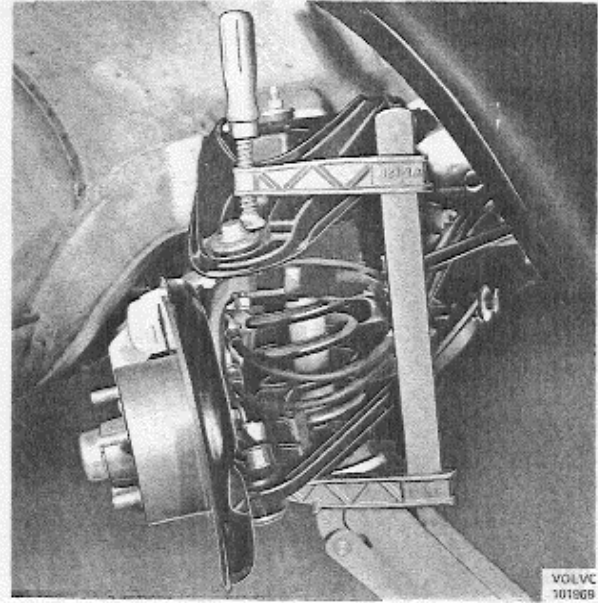
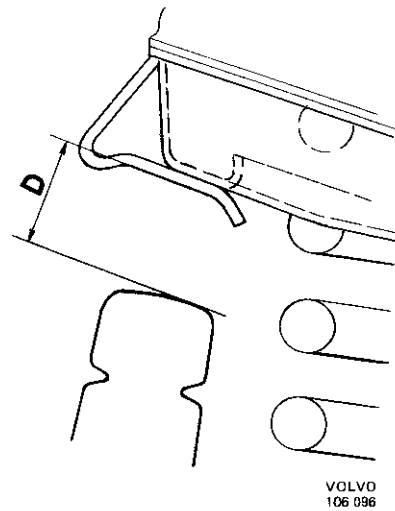

Abb. 30 Oberes Kugelgelenk mit Schraubzwinge festgespannt
Abb. 45 Einbauhöhe für Querlenker
2. Achsschenkel zwischen den Querlenkern anbringen und die Sicherungsmuttern der Kugelgelenke festziehen. (Wenn sich ein Kugelgelenk dreht, wird es entspr. Abb. 30 mit einer Schraubzwinde festgespannt.) Lenkstange mit dem Lenkhebel zusammenbauen.
Abb. 45) ca. 30 mm beträgt. Kugelgelenk am Achsschenkel festschrauben. Falls der Kugelzapfen durchdreht, wird dieser mit einer Schraubzwinde gem. Abb. 30 festgesetzt.
durchdrehen, diese mit einer Schraubzwinde gem. Abb. 30 festsetzen.
1. Oberen Querlenker am Rahmenlängsträger ein-richten und die Befestigungsschrauben von Hand einziehen. Die beim Ausbau entfernten Paßschei-ben in gleicher Anzahl beilegen. Befestigungs-schrauben mit dem gekröpften Schlüssel 2713 festziehen. Anschließend auch die Verschluß-muttern auf der Querlenkerachse anziehen. Um eine zusätzliche Vorspannung der Gummi-buchsen zu vermeiden, soll der Querlenker beim Festzug der Muttern in Neutralstellung stehen, wobei der Abstand vom unteren Gummipuffer zum Vorderachsträger (Maß D, Abb. 45) ca. 30 mm beträgt
1. Entspr. Abb. 15 bzw. 16 zutreffende Ringe und Scheiben beilegen. Unteren Querlenker am Vorderachsträger anbringen. Querlenkerachse einbauen. Unteren Querlenker mit etwa 30 mm Abstand zwischen Gummipuffer und Vorderachsträger (Maß D, Abb. 45) festsetzen.